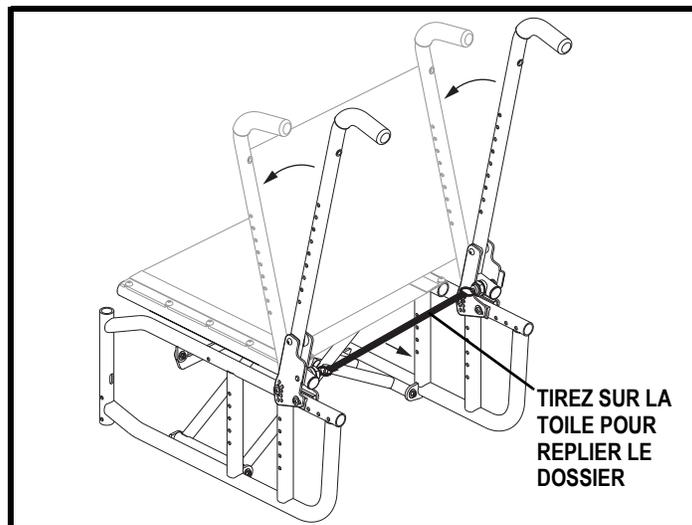

Figure 12. Repliement du dossier vers le bas
3. Tirez la toile du dossier en l'éloignant du fauteuil pour la replier. **Voir la figure 12.**